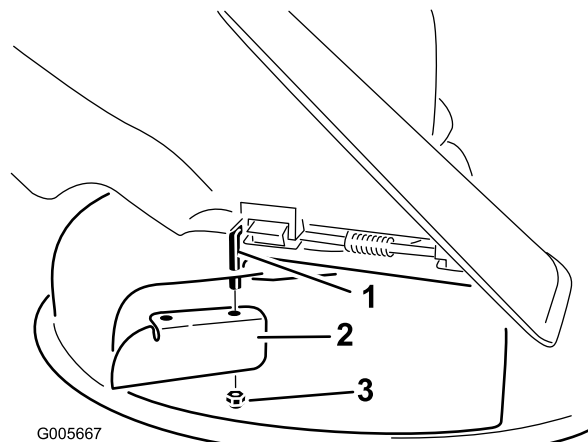

Figura 26
7. Instale la placa deflectora en la varilla de pivote (Figura 26).
3. Retire la placa deflectora de la carcasa de corte (Figura 26).